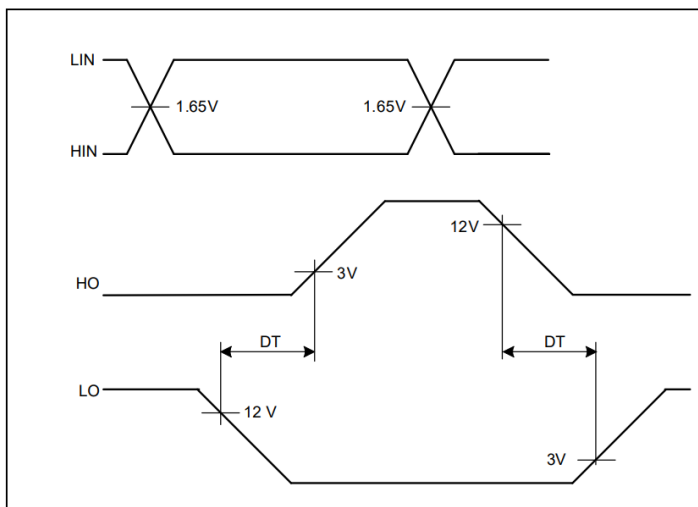

图8 死区时间定义
2ED2182 (4) S06F (J) 具有集成死区保护电路。2ED2182S06F 的死区时间是固定的；2ED2182S06J 的死区时间是可编程的，这提供了更大的设计灵活性。这个死区时间设置了一个最小死区时间时段，在这个时段，高边和低边功率开关都保持关断状态，这是为了确保在第二个功率开关导通前，第一个被关断的功率开关已彻底关断。只要外部死区时间短于DT，最小死区时间都会被自动插入；当外部死区时间比DT更长，则使用外部死区时间，最小死区时间就不起作用。图 8 说明了死区时间段和输出信号之间的关系。